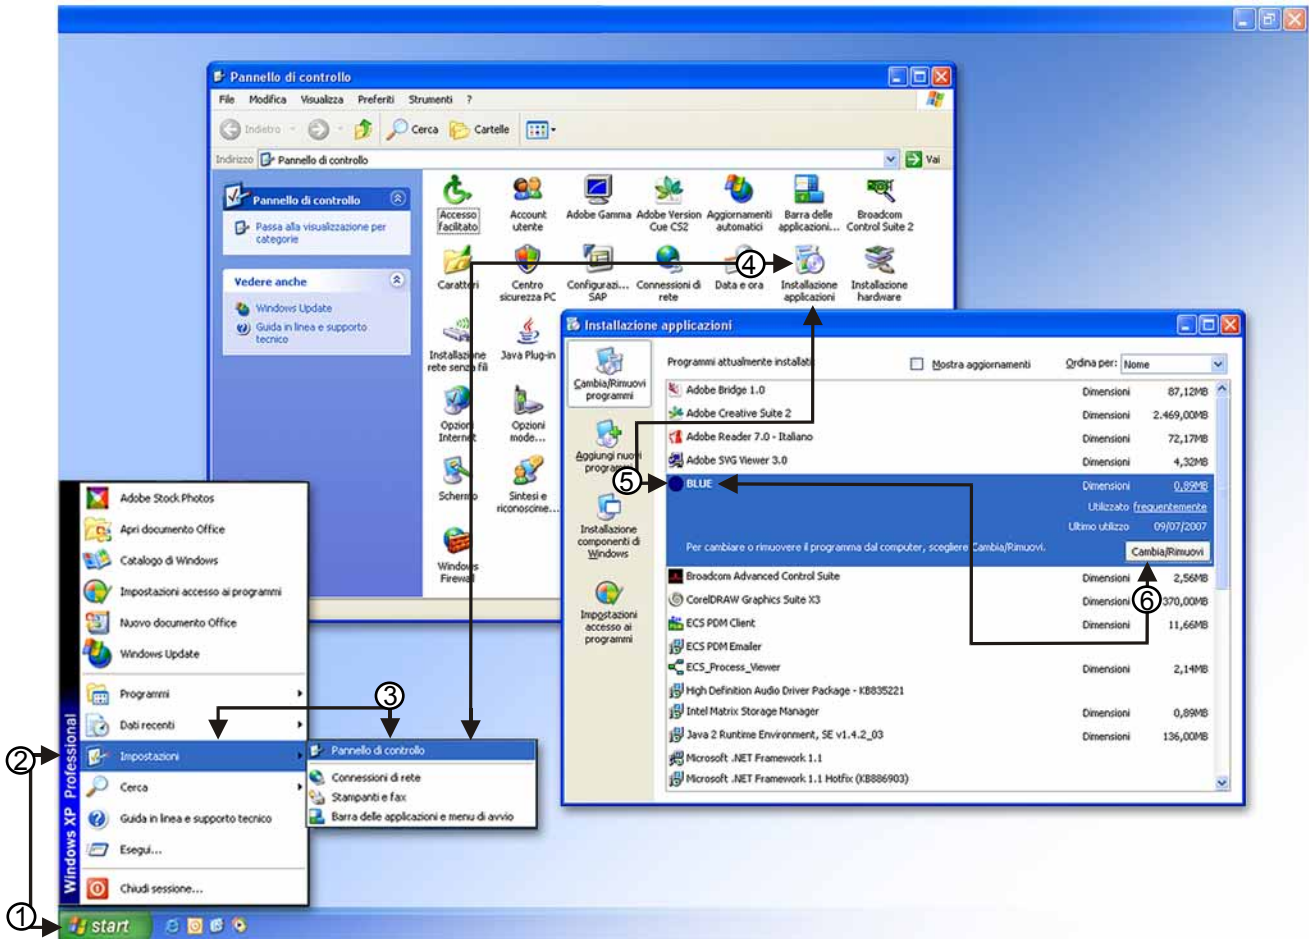

Fig.1
Evtl. vorhandene Vorgängerversionen des Programms BLUE 3.2.0 deinstallieren. Dazu wie folgt vorgehen: Start(1) / (Einstellungen(2)) / Systemsteuerung(3) / Software(4) / Blue auswählen (5) / auf die Schaltfläche "entfernen" klicken (6) (siehe den Ablauf in Abb. 1).